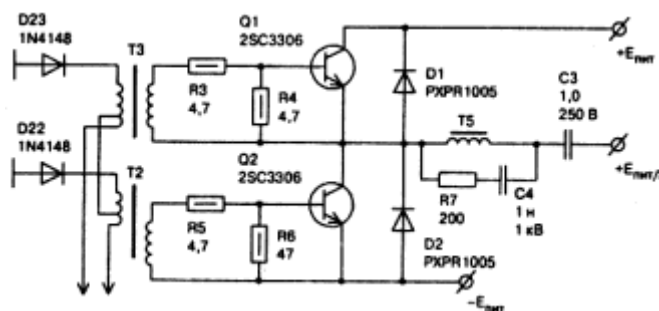

Рисунок 6 - Принципиальная схема полумостового преобразователя RS-6220C
*Полумостовой преобразователь.* На вход преобразователя сигналы управления могут передаваться через согласующий трансформатор. В некоторых источниках роль согласующего выполняет пара отдельных трансформаторов, как это имеет место в источнике питания (рис. 6) – трансформаторы Т2, Т3. Последовательное включение конденсаторов с рабочей обмоткой импульсного трансформатора позволяет устранить несимметричный характер перемагничивания трансформатора Т в переходных режимах работы преобразователя. На входы активных элементов преобразователя сигналы управления со вторичных обмоток согласующего трансформатора передаются через форсирующую резисторно-конденсаторную цепь. Параллельно переходному конденсатору, как правило, емкостью в 1,0 мкФ подключена цепь, состоящая из диода и резистора. Эти элементы обеспечивают быстрый разряд конденсатора. Для облегчения режима пуска преобразователя в цепях ключевых транзисторов включают резисторы, устанавливающие режим «отсечки» транзисторов преобразователя. При этом отпирание транзистора происходит только по сигналам управления. В состав почти всех приведенных схем входят возвратные диоды, включенные встречно по отношению к току, протекающему через транзисторы. Этим исключается нежелательное явление «сквозных» токов при переключениях.